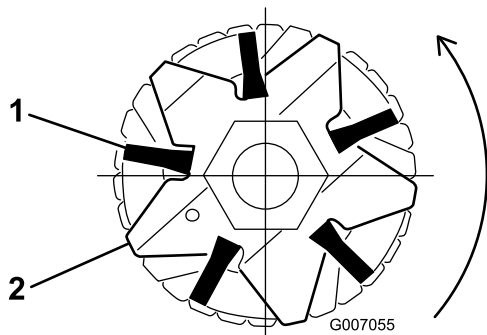

図 19
2. ブラシが、グルーマの刃のスロットにきちんと嵌まっているのを確認する (図 19 および図 20)。